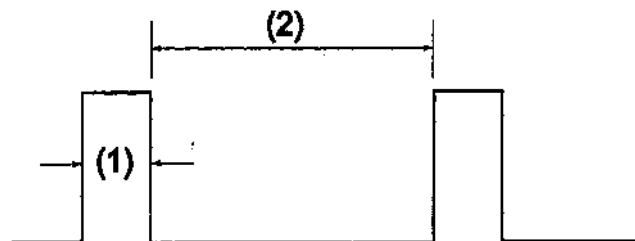
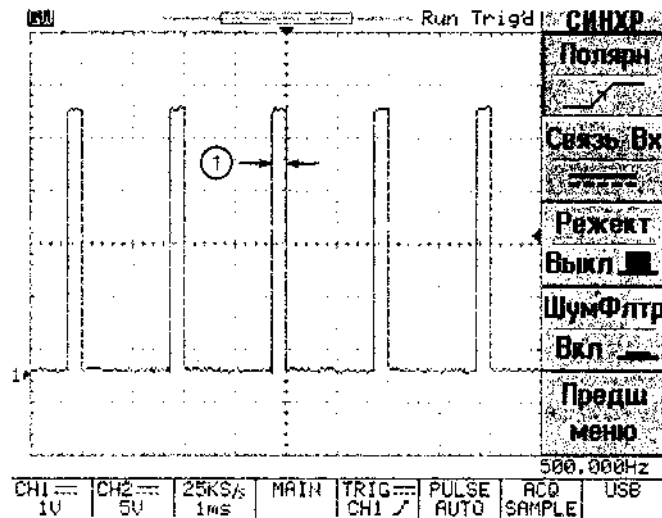

Рисунок 8-21 - Полярность сигнала
Рисунок 8.22. Положительная полярность сигнала
1) при задании положительной полярности сигнала, анализироваться будет длительность импульса, отмеченная на рис. 8.21 как (1). В этом случае после запуска развертки изображение на ЖКИ будет как на рис. 8.22
2) при задании отрицательной полярности сигнала, анализироваться будет длительность импульса, отмеченная на рис. 8.21 как (2). В этом случае после запуска развертки изображение на ЖКИ будет как на рас 8.23
▪ **По событию.** Нажатием на кнопку F3 и вращением многофункционального регулятора задаете количество событий (импульсов) от момента появления импульса синхронизации до момента запуска линии развертки. Вы можете регулировать количество событий в пределах 2...65000. На рис. 8.25 приведены пояснения к этому режиму. В момент появления первого импульса запускается схема задержки схемы синхронизации, количество импульсов задержки (на рис. 8.21 их два) определяется пользователем, после окончания последнего события линии развертки будет запущена первым импульсом, следующим после окончания времени задержки (третий импульс).